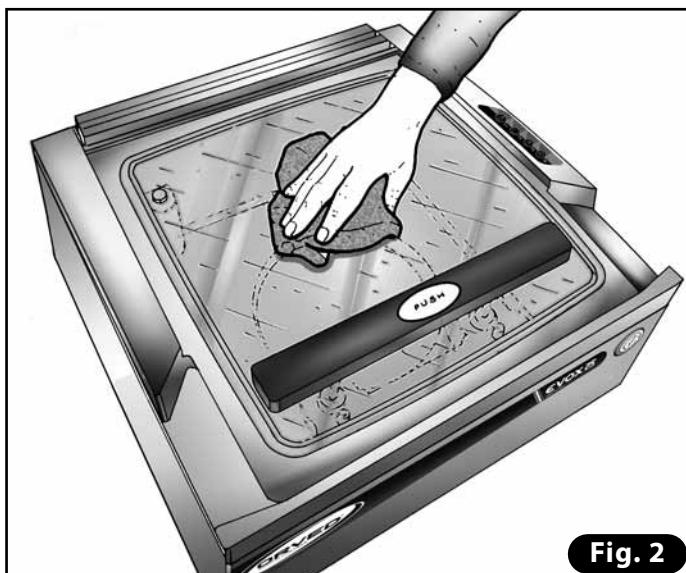

Fig. 2
8.1.4 LIMPIEZA DE LA TAPA DE VIDRIO (Fig. 2)